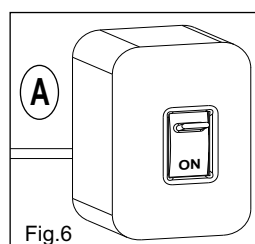

Fig. 6
2) Alimentar el cuadro (Fig.6).